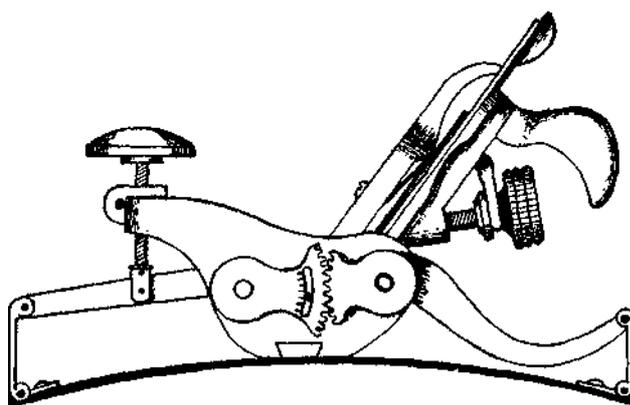

Fig. 11
*Plaina de volta* (Fig. 11). — Plaina de ferro ou de madeira que tem a base abaulada.